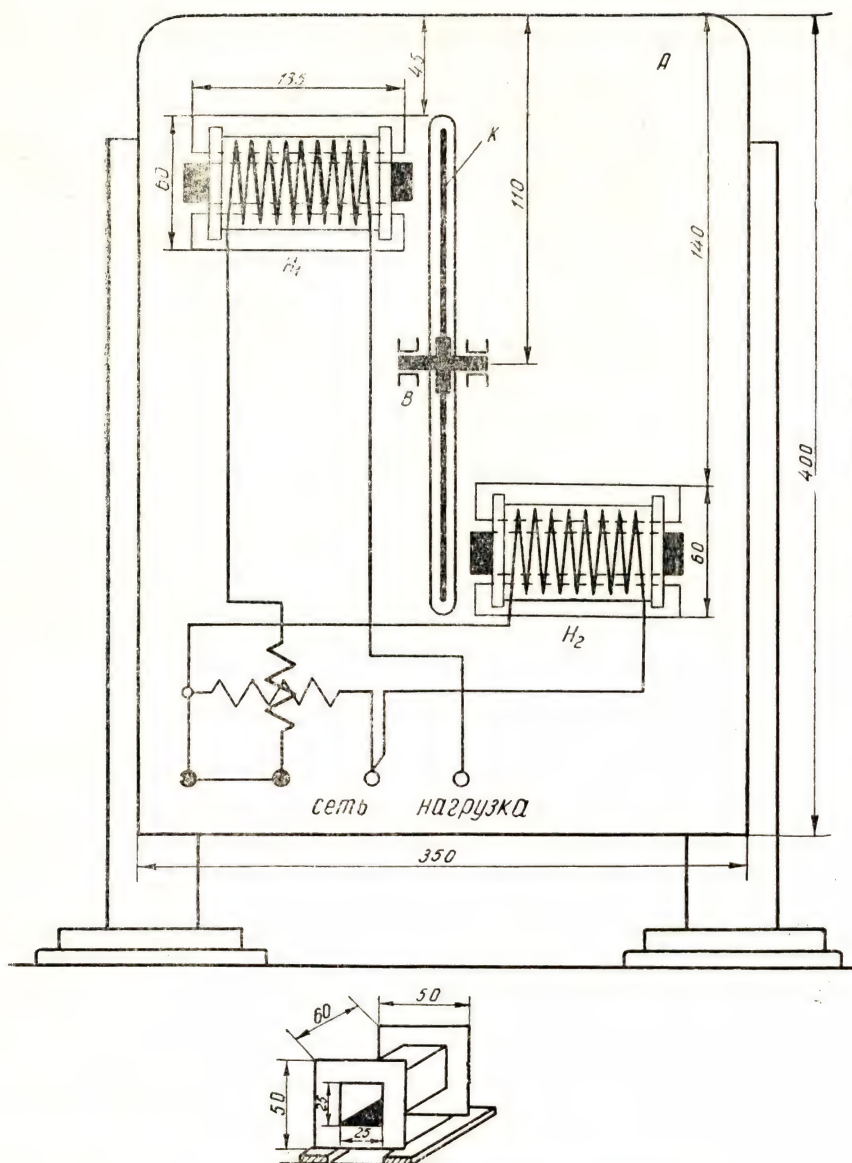

Рис. 52. Модель индукционного счетчика.
28. Модель индукционного счетчика и асинхронного двигателя. Алюминиевый диск «К» диаметром 200 мм свободно вращается на оси, помещенной в стойках «В» (рис. 52). В вертикальной панели «А» сделан сквозной вырез с таким расчетом,
Рис. 52а. Общий вид прибора.